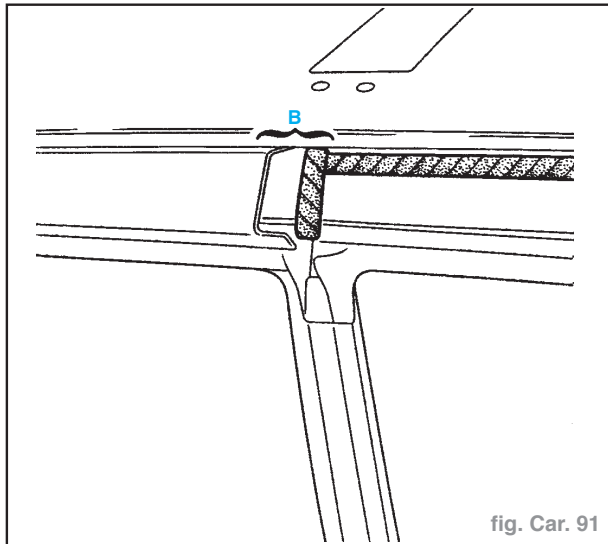

fig. Car. 91
- Dans la zone (B) entre le brancard et le patin de mousse référence : 77 11 170 210 (3M 9973) (fig. Car. 91).